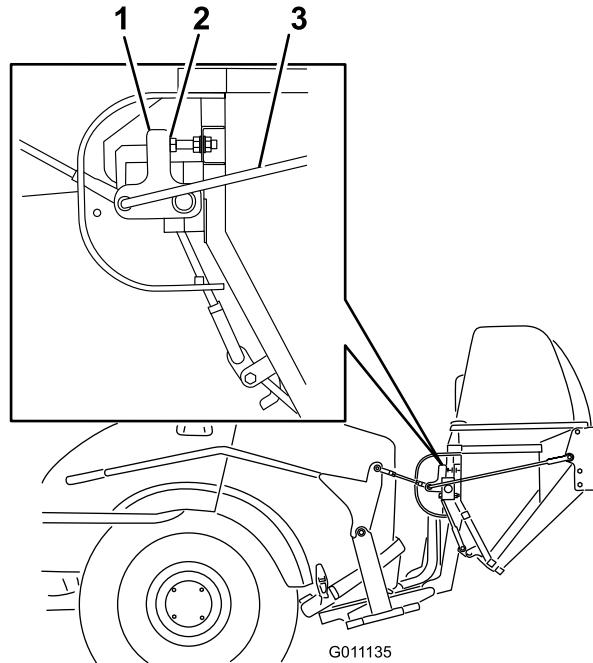

Bild 40
3. Die Anschlagschrauben müssen bei geschlossener Klappe so eingestellt werden, dass der Kontaktarm ausgestreckt ist und nach unten zeigt (Bild 40).
4. Lösen Sie die Schrauben und stellen Sie die Anschlagschrauben ein, wenn eine Einstellung erforderlich ist (Bild 40).
5. Nach dem Einstellen der Anschlagschrauben kann die Länge der Scharnierlenker eingestellt werden, damit sich die Klappe ganz schließt und eine angemessene Kraft auf dem Griff besteht. Verlängern Sie die Lenker, um die Kraft zu verringern. Verkürzen Sie die Lenker, um die Kraft zu erhöhen (Bild 40).